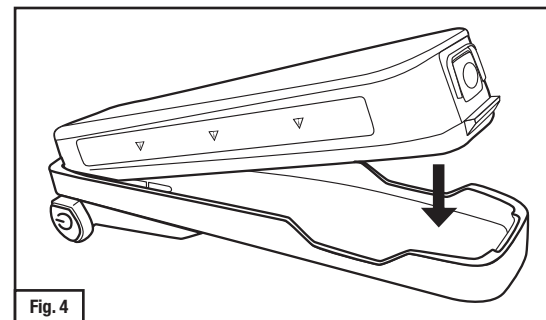

Fig. 4
2. Insérer le bloc-piles TR-630 dans l'adaptateur de pile TR-659 en faisant glisser le côté muni de charnières de la pile dans le côté correspondant de l'adaptateur (le côté comportant le bouton de mise sous tension) (Fig. 4).